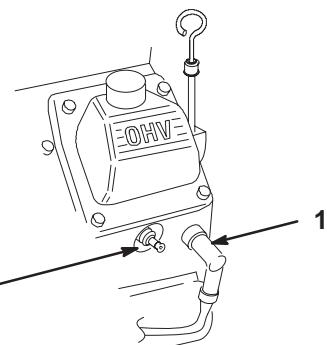

Figure 43
2. Débranchez les fils des bougies (Fig. 43). Nettoyez la surface autour des bougies pour éviter que des impuretés n'endommagent le moteur en tombant à l'intérieur.
3. Connectez les fils aux bougies (Fig. 43).